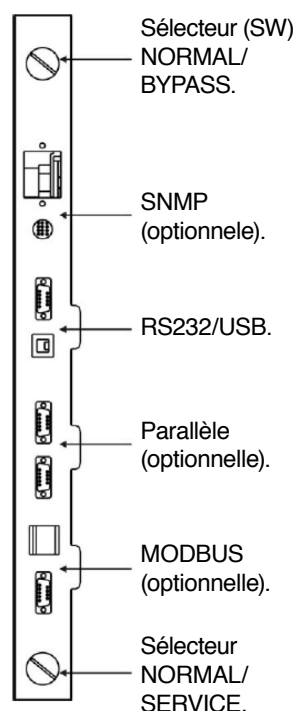

Fig. 31. Interface pour des modèles 100 à 160 kVA.
- L'ONDULEUR dispose des suivantes interfaces de série pour la communication externe des états de fonctionnement et des paramètres opérateurs (voir figures 31, 32 et 33) :